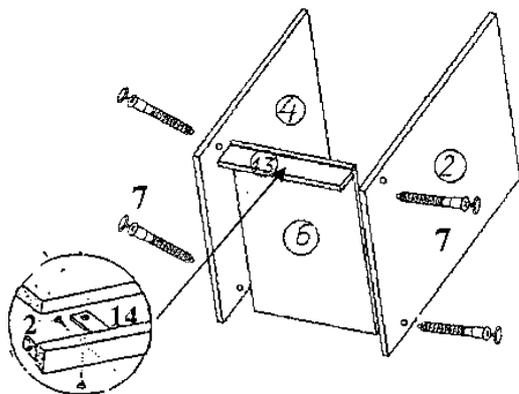

Рис. 17.
На стенку (2,4) закрепить стенку(б) с помощью стяжки 7 (рис.17.). Установить заглушки к стяжке 7. На стенку (б) и к стенкам(2,4) закрепить брусок (13) с помощью уголков 14 с шурупами 2.